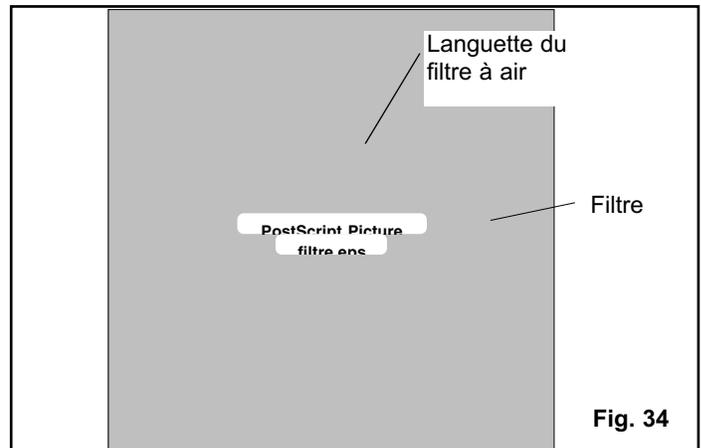
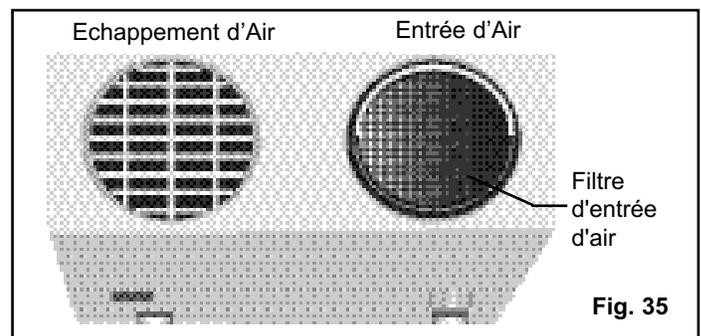

Fig. 34
Fig. 35
**REMARQUE:** Le filtre à air (Filtre 1 - Fig 34) est situé à la partie supérieure arrière de l'unité. Pour enlever le filtre d'entrée d'air (Filtre 2 - Fig 35), le boyau d'entrée d'air et le col de boyau devront être enlevés.
- 1a) Pour retirer le filtre à air (Fig 34) : Tirer le filtre vers le haut dans le sens de la flèche.
- 1b) Pour retirer le filtre d'entrée d'air (Fig 35): Inclinez la poignée de filtre vers le haut et retirez le panier de filtre.